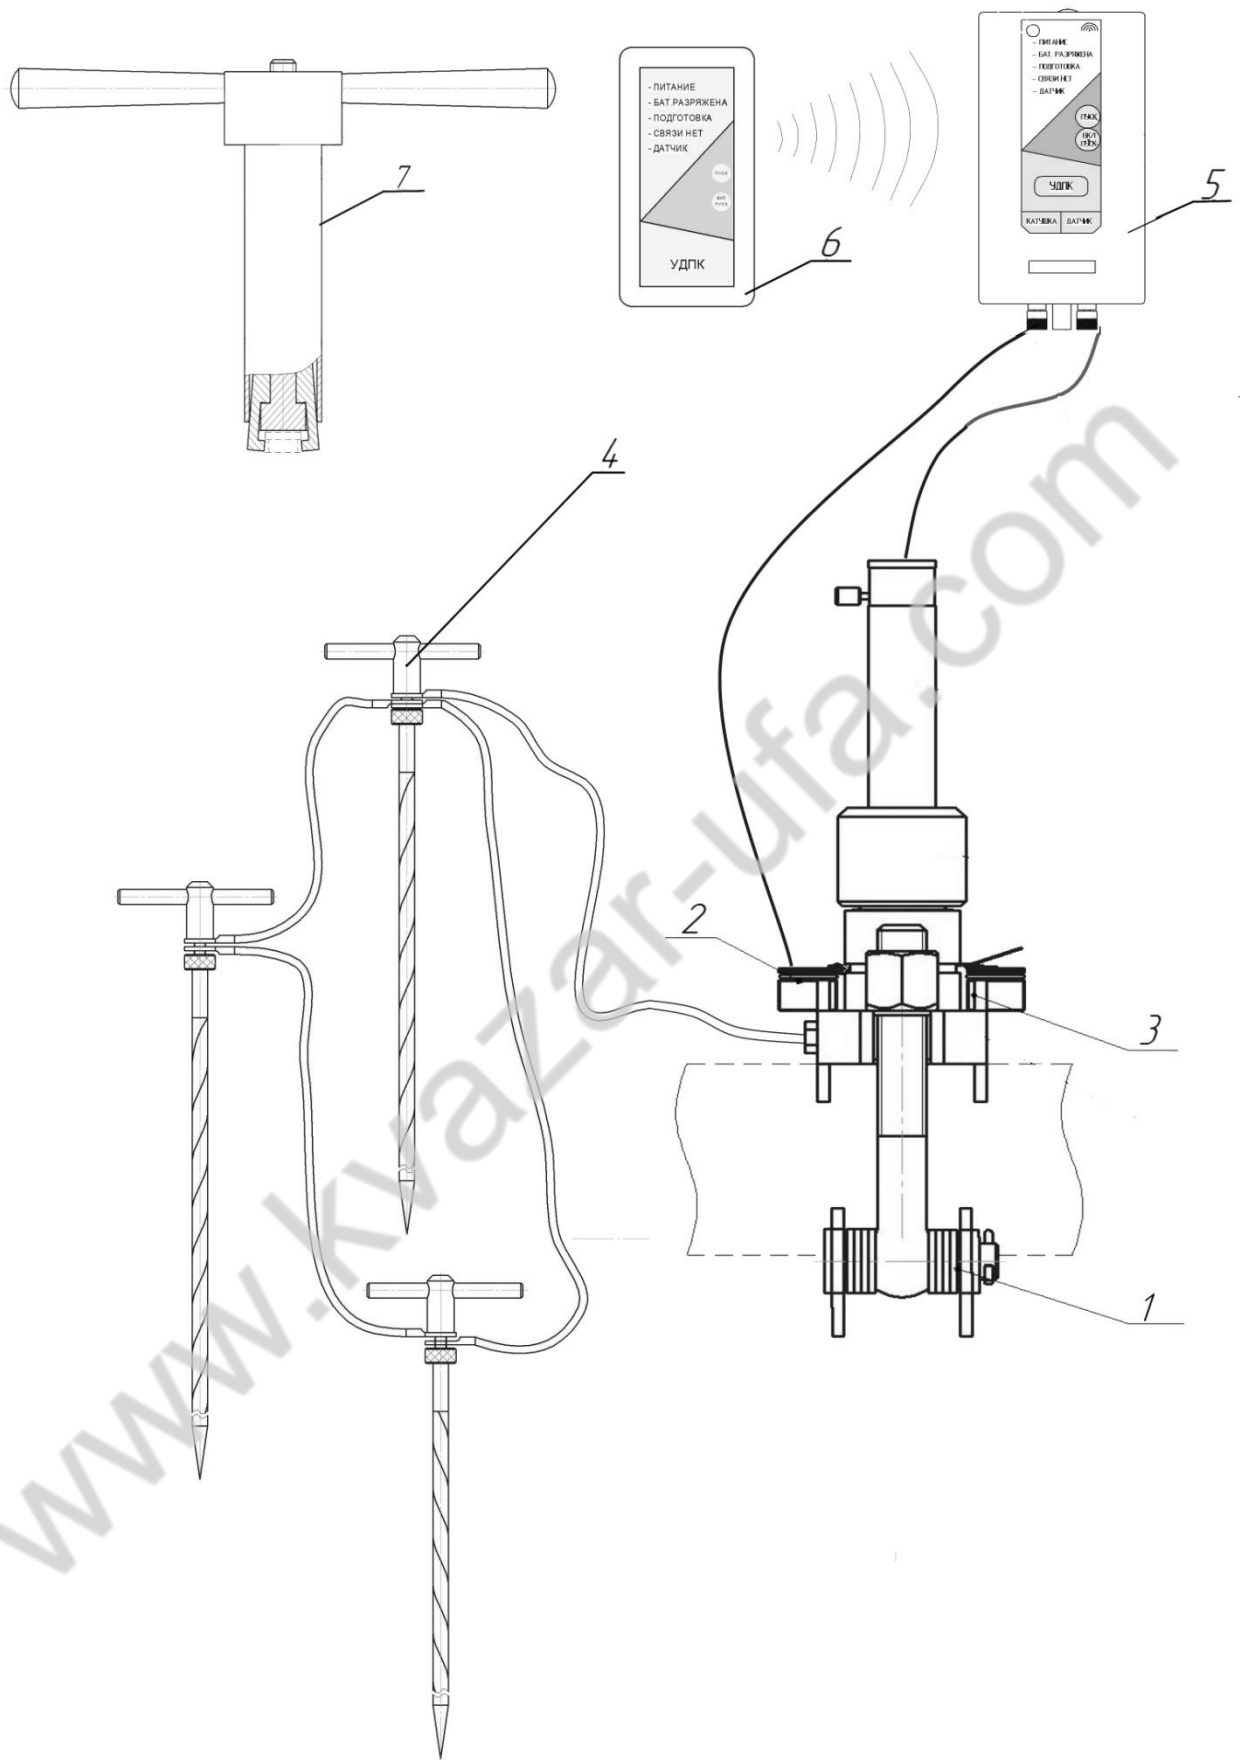

Рис.1 Общий вид УДПК 90.
Внешний вид всего комплекта установки в развернутом виде схематически изображен на рис.1.
4.4. Накол капсулы патрона и выстрел происходит только при полной готовности устройства, о которой сигнализирует пульт управления 6 (рис.1).